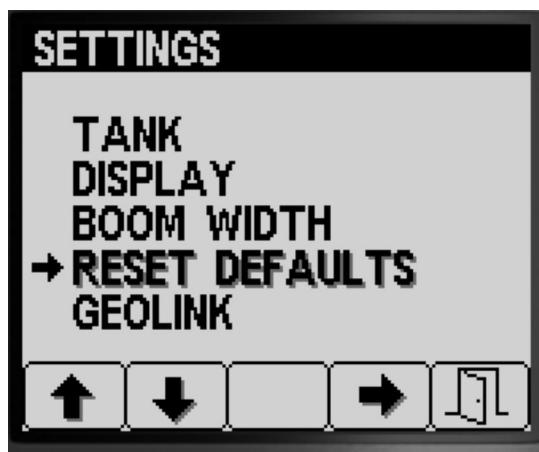

Bild 34
1. Drücken Sie Taste 2 auf dem Bildschirm EINSTELLUNGEN, bis Sie die Option STANDARDS ZURÜCKSETZEN erreichen (Bild 34).
2. Drücken Sie Taste 4, um den Eintrag STANDARDS ZURÜCKSETZEN auszuwählen (Bild 34).